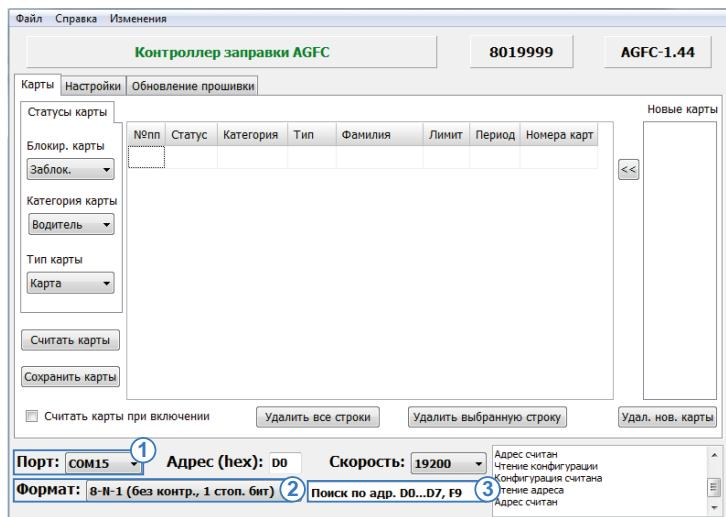

Рис.1. Поиск устройства по диапазону адресов ТРК.
- в программе «AGFCCConf» выбрать COM-порт к которому подключен ТРК (Рис.1, п.1). Посмотреть порт устройства можно в Диспетчере устройств системы;
- настроить формат передачи. По умолчанию – 8-N-1 (Рис.1, п.2);
- выбрать диапазон адресов ТРК «AGFC» – Поиск по адресам D0...D7, F9 (Рис.1, п.3);